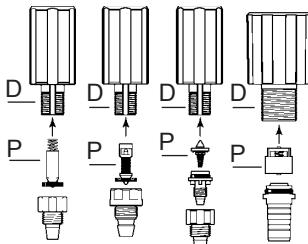

Abb. 18
- Die verschiedenen Teile mit reichlich klarem Wasser spülen und gemäss Skizze (**Abb. 18**) wieder zusammenfügen.
- Wiedereinsetzen des Saugventils je nach Modell - (**Abb. 18-P**) in den Dosierkörper (**Abb. 18-D**), es dabei bis an den Anschlag drücken.